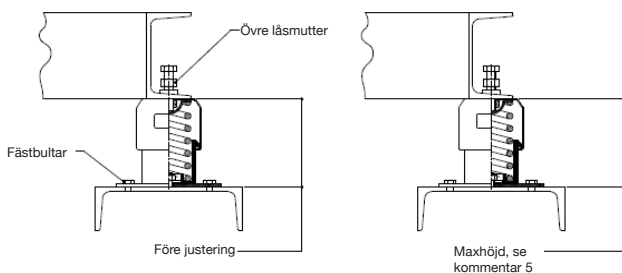

Bild 1.
5. Dra åt justeringsskruven efter den första nedsänkningen för att höja den övre fjäderkåpan tills vibrationsdämparen har rätt höjd eller maskinen är vågrät. Se bild 1.